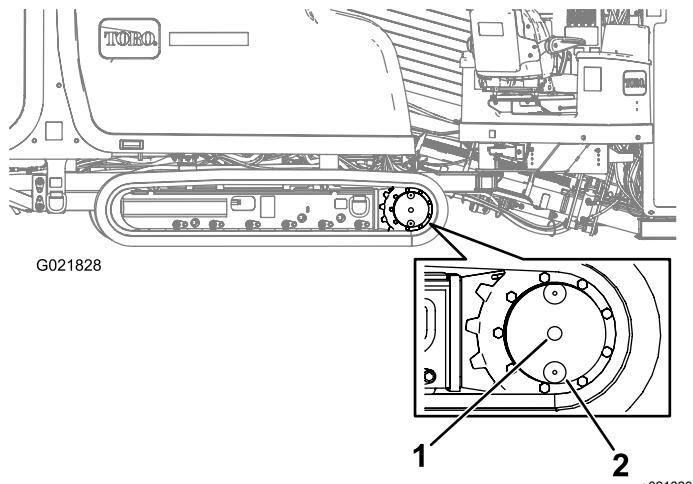

Рисунок 99
- Очистите поверхность вокруг контрольной пробки уровня масла с помощью очищающего растворителя (Рисунок 99).
- относительно земли (в положении «на 6 часов»), как показано на Рисунок 99.
- Отверните контрольную пробку уровня масла (Рисунок 99).
- Очистите поверхность вокруг контрольной пробки уровня масла (Рисунок 99).
- Поверните планетарный редуктор так, чтобы пробка маслосливного отверстия находилась прямо под контрольной пробкой уровня масла (Рисунок 99).